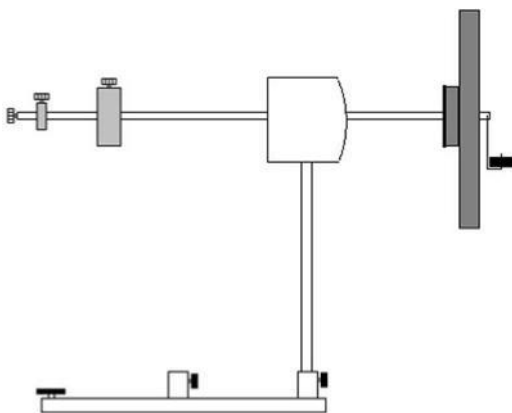

Fig. 2: Precessione
- Montare il giroscopio come indicato nella Fig. 2 e metterlo in equilibrio.